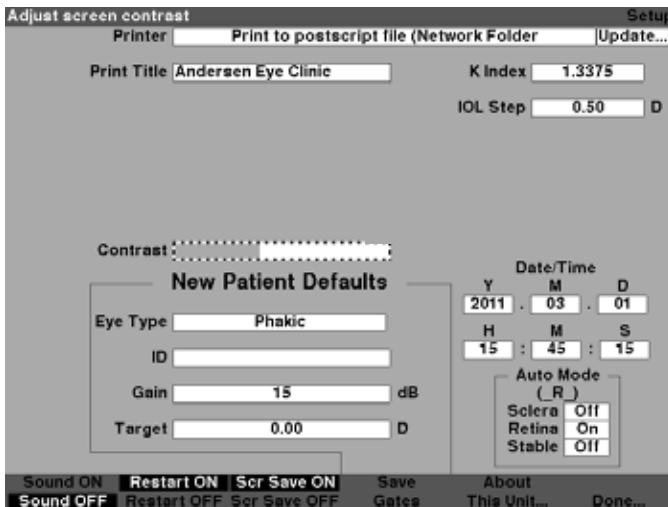

Figura 5-39 Campo Contrast (Contraste) activado
2. Presione el control giratorio o el botón $\sqrt{\quad}$ para activar el campo, indicado con un borde de guiones, como se muestra en la Figura 5-39.